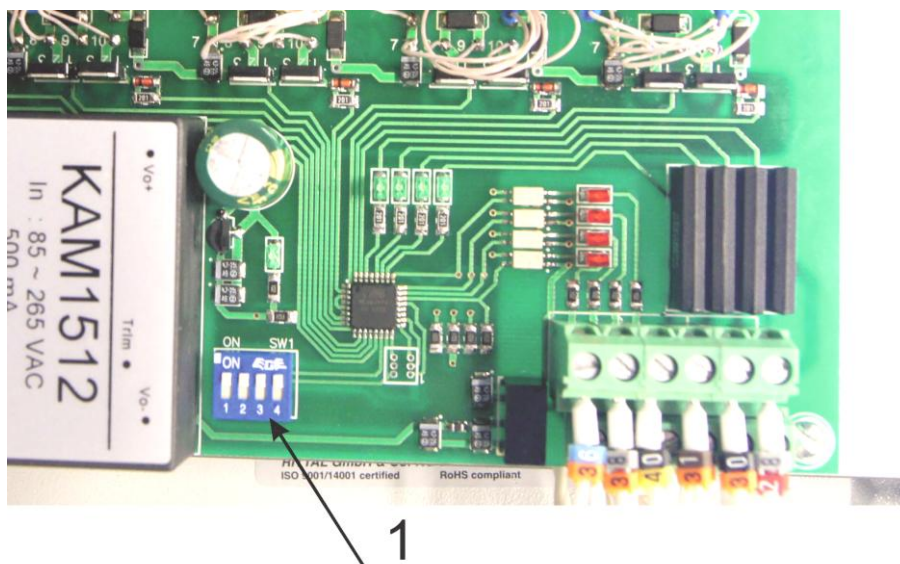

Рисунок 1 – Положение переключателя SW1 на плате управления
7.7 Установить переключателем SW1 (рисунок 1, поз.1) в соответствии с таблицей 2, на плате управления, задержку на выполнение следующей операции, связанную с моментом инерции двигателя. Оно должно быть не менее времени остановки двигателя. **Включение двигателя в обратную сторону вращению - при вращающемся двигателе вызовет повреждение ПТТР.** По умолчанию установлено время 8с.